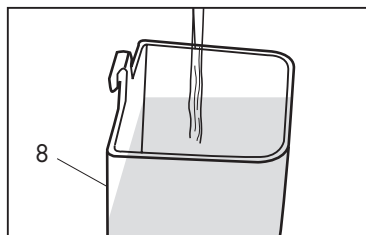

Fig. 2
- Remplir le réservoir jusqu'au niveau maximum (1,8 l) (Fig. 2).